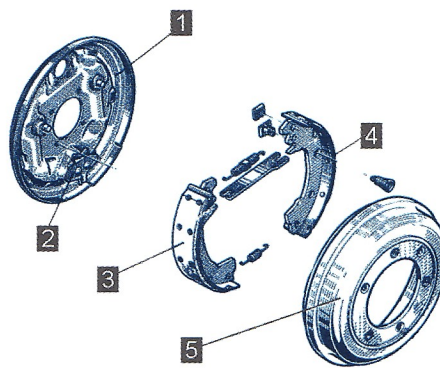

Figure 8.7 • Éléments constitutifs d'un frein à tambour classique (document Renault).
- les freins à **tambour** (figure 8.7).
### ■ Quels sont les éléments constitutifs d'un frein à tambour (figure 8.7) ?